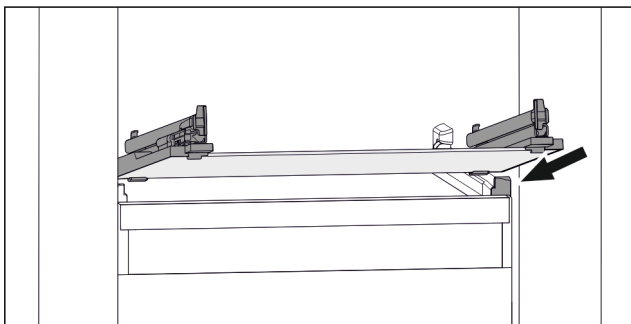

Fig. 49 Примерное отображение стеклянной пластины
- ▶ Наклоняя вниз, установите стеклянную пластину за стопоры. (см. Fig. 49)